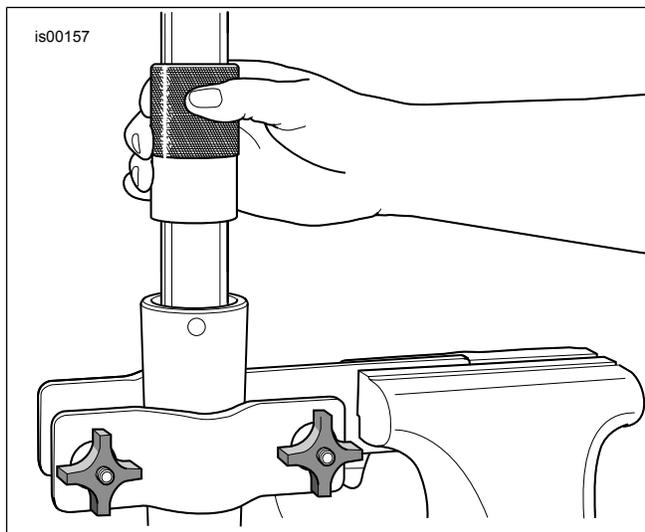

Figure 4. Installer le joint d'huile de fourche
- Glisser le cache-poussière (13), le joint anti-poussière (4), le joint d'huile (10) (le côté avec les lettres vers le bas), l'entretoise de joint d'huile (15) (le côté concave vers le haut) et la bague inférieure (9) sur le tube de l'ensemble de tube de fourche (12) pour l'installation ultérieure.
- Installer la bague supérieure (7) dans la gorge de l'ensemble de tube de fourche (12). Élargir la bague suffisamment pour qu'elle s'ajuste sur le tube.
- Installer l'ensemble de tube de fourche (12) à l'intérieur du tube de fourche extérieur (5).
- Voir la Figure 4. Installer la bague, l'entretoise et le joint dans l'alésage du fourreau en tapant les composants vers le haut avec l'OUTIL DE JOINT ET DE BAGUE DE FOURCHE (B-42571).
- Installer l'anneau de retenue (3) intérieur dans la gorge en bas du tube de fourche extérieur.
- Installer le joint anti-poussière (4) et le cache-poussière (13).
- Insérer l'ensemble de cartouche (1) dans l'alésage de tube de fourche.
- Installer la vis et la rondelle (14) dans le bas de l'ensemble de tube de fourche (12). Déplacer plusieurs fois le tube de fourreau sur toute la longueur de sa course dans le fourreau pour vérifier l'alignement des composants. Ensuite, exercer une force vers le bas sur l'ensemble de cartouche et serrer la vis. Serrer la vis à un couple de 15–25 N·m (12–18 ft-lbs).
- Insérer l'entretoise de précharge (16) sur la cartouche dans l'alésage de tube de fourche.